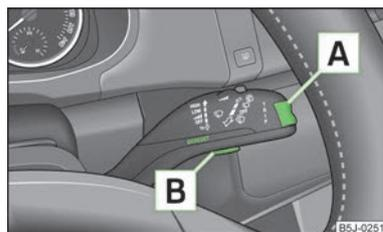

Abb. 7
- › Das **Main menu (Hauptmenü)** wird durch langes Drücken der Wipptaste **A** » Abb. 7 aktiviert.
- Wenn im Informationsdisplay Warnmeldungen angezeigt sind, müssen diese Meldungen mit der Taste  » Abb. 7 auf Seite 15 bestätigt werden, um das Hauptmenü aufzurufen.